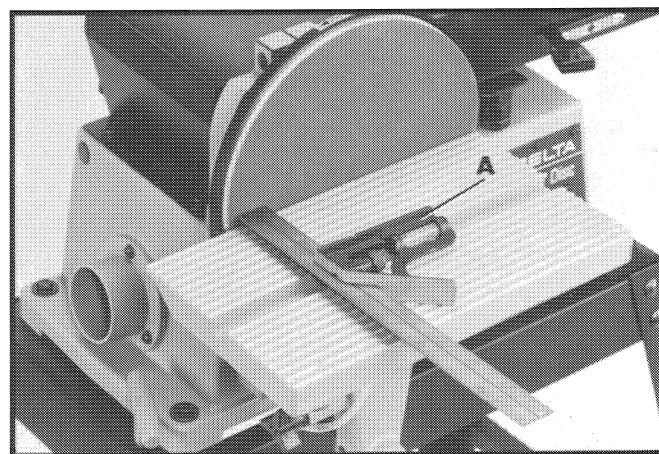

Fig. 29
2. Utilizando una escuadra de combinaciones (A) en la ranura de la escuadra de ingletes, verifique la distancia desde la ranura a cada extremo del disco de lijado, como lo ilustran las Figs. 29 y 30. Dicha distancia debe ser la misma.